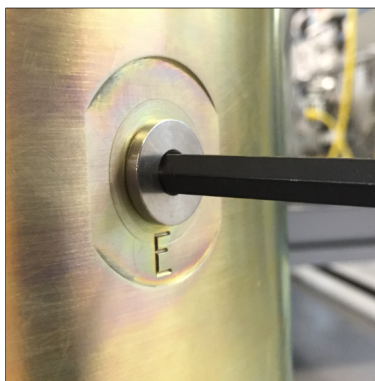

図 2-5. ローラスクリューポートプラグの取り外し
2. この手順を開始する前に、ローラスクリューポートプラグがアクチュエータ側面の潤滑ポートと揃うように、アクチュエータを完全に閉じた状態(0%)にする必要があります(図2-5)。